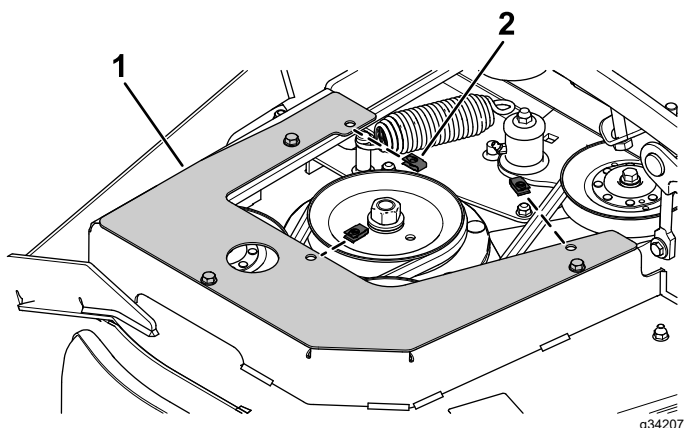

Figura 4
2. Instale 3 clips en el soporte de montaje del protector de las poleas del lado derecho (Figura 4).